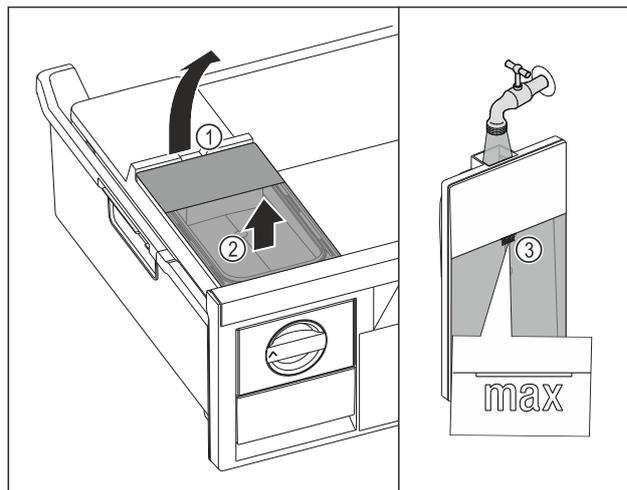

Fig. 80
- ▶ Sollevare il serbatoio dell'acqua dalla cavità Fig. 80 (1).
- ▶ Rimuovere il serbatoio dell'acqua estraendolo verso l'alto. Fig. 80 (2)
- ▶ Riempire il serbatoio dell'acqua con acqua potabile fino al contrassegno Fig. 80 (3).